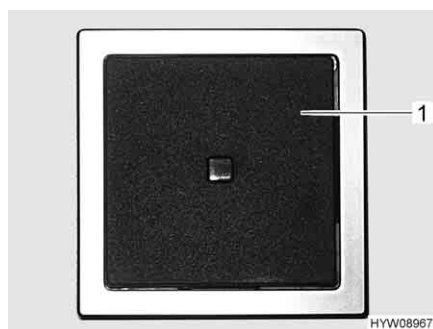

Fig. 139 Interruttore di comando (scaldacqua)
Con l'interruttore di comando (Fig. 139,1) si inserisce la modalità di funzionamento elettrico. La spia di controllo nell'interruttore deve accendersi.
- Inserire l'interruttore di comando (Fig. 139,1). La spia di controllo nell'interruttore si accende. L'acqua nello scaldacqua viene riscaldata a 65 °C.
- Spegnere l'interruttore di comando (Fig. 139,1). La spia di controllo nell'interruttore si spegne.
- Spegnerne l'interruttore di comando (Fig. 139,1). La spia di controllo nell'interruttore non si accende.